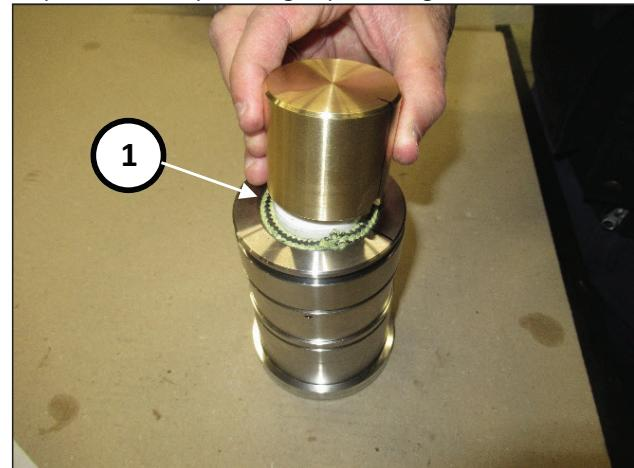

Fig. 181
Use o tampão interno da ferramenta cód. 27945400 para empurrar os anéis para o lugar (pos. ①, Fig. 181).